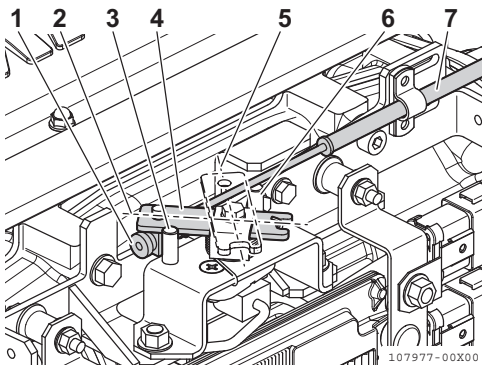

Abbildung 4
1. Lockern Sie zur Einstellung die Einstellschraube (**Abbildung 4, (1)**) für das Fernsteuerungskabel und nehmen Sie die Einstellung vor.
2. Passen Sie zunächst die Anschlagposition der niedrigen Drehzahl (**Abbildung 4, (2)**) und anschließend die Anschlagposition der hohen Drehzahl (**Abbildung 4, (5)**) mit der Einstellschraube am Fernbedienungshebel (**Abbildung 4, (4)**) an.